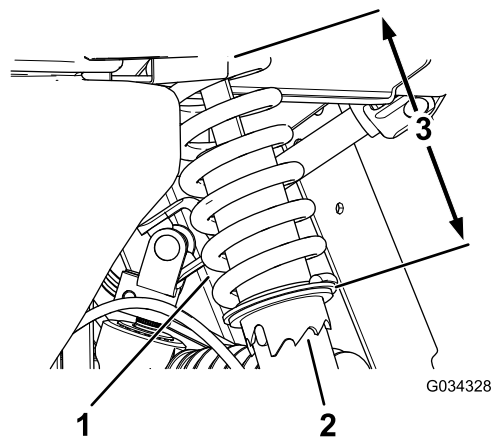

Figure 53
1. À l'aide de l'outil Toro numéro 6010, tournez la bague sur l'amortisseur pour changer la longueur du ressort (Figure 53).